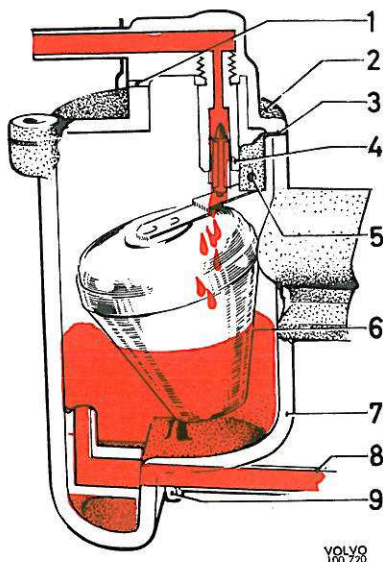

Fig. 11. Cuve à niveau constant.
La cuve à niveau constant est fixée par vissage sur le corps du carburateur. Le pointeau, (4, fig. 11) qui bouche ou découvre l'orifice d'admission d'essence, sous l'action du flotteur, est fixé dans le couvercle de la cuve. L'essence est dirigée vers l'extrémité inférieure du gicleur par un conduit flexible (8) partant du fond de la cuve à niveau constant.